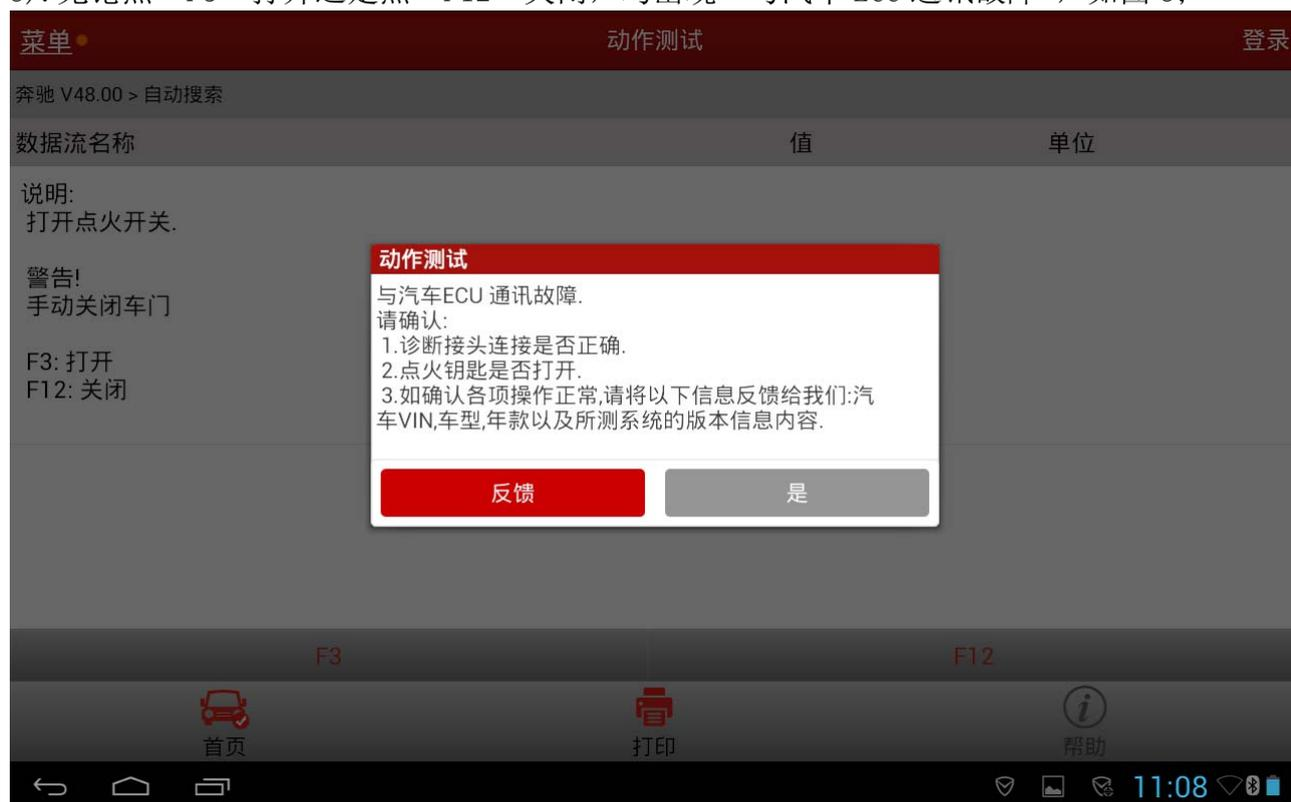

图 8
8). 无论点“F3”打开还是点“F12”关闭,均出现“与汽车 ECU 通讯故障”,如图 8;